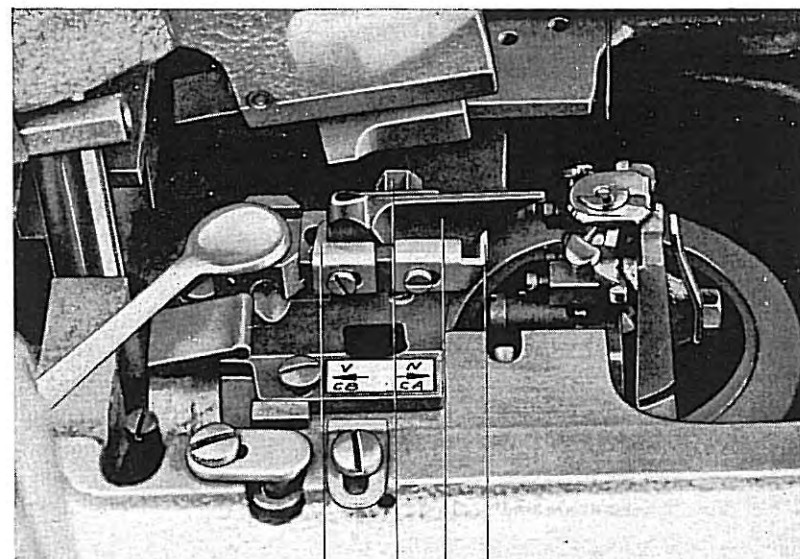

Abb. 34
3. Schraube 137 (Abb. 34) lösen und das Messer 138 (5571677) so weit in Pfeilrichtung $\leftarrow \frac{V}{CB}$ schieben, bis es am Anschlag 139 anliegt. Schraube 137 wieder fest anziehen.
3. Schraube 137 (Abb. 34) lösen und das Messer 138 (5571677) so weit in Pfeilrichtung $\frac{N}{CA} \rightarrow$ schieben, bis es am Anschlag 142 anliegt. Schraube 137 wieder fest anziehen.